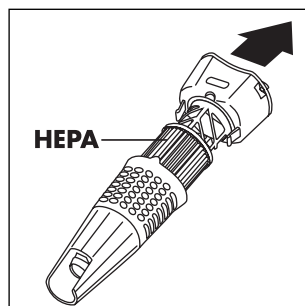

Fig. 21
- Trek aan het bovenste gedeelte zodat de elementen van het "ECO HEART" filter (fig.21) van elkaar gescheiden worden en verwijder vervolgens het wasbare HEPA* filter.